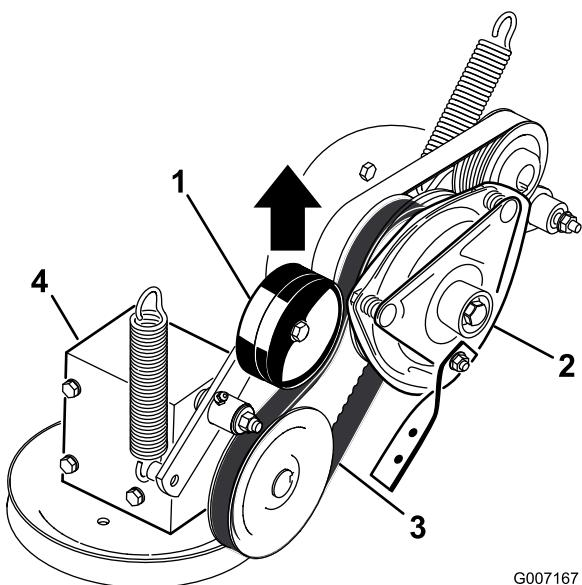

Figura 61
4. Tire hacia arriba de la polea tensora a resorte de la correa de la TDF, y retire la correa de la polea del embrague (Figura 61).
- 16. Tire hacia arriba del brazo tensor tensado con muelle de la correa de la toma de fuerza, e instale esta en la polea del embrague (Figura 61).